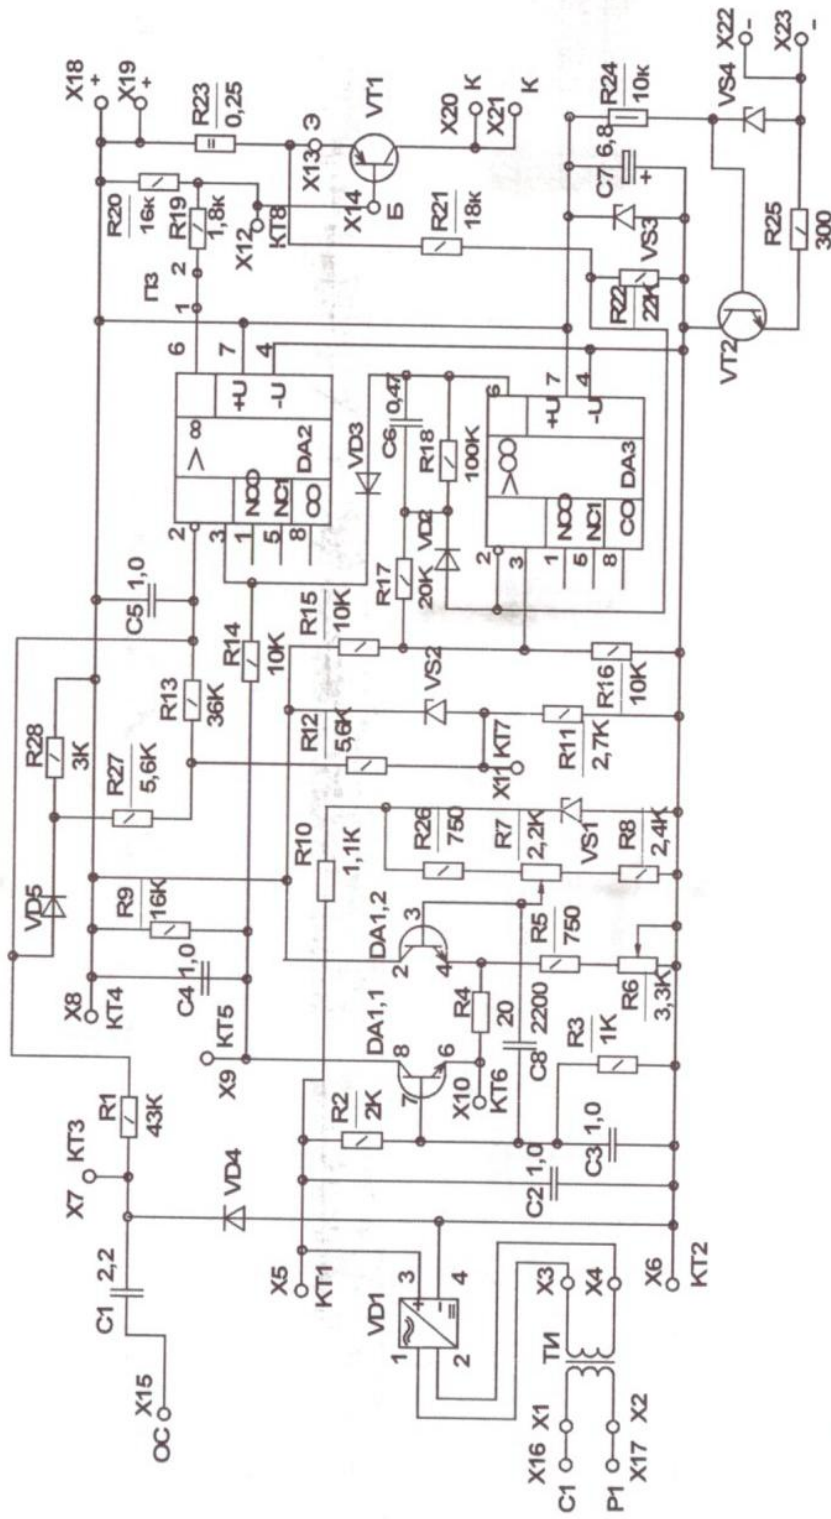

Рисунок 4. Схема электрическая принципиальная корректоров КН-8, КН-8К3
5.1. Электрическая принципиальная схема корректора приведена на рис.4, 5. Корректор состоит из измерительного органа, компаратора напряжения, и ключевого транзистора.